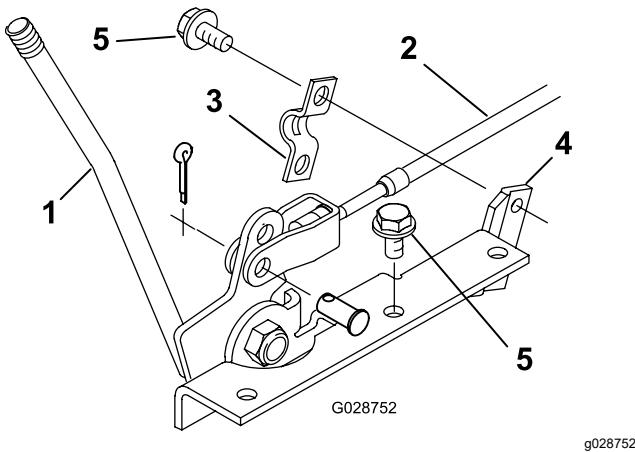

Figure 13
- 3. Fixez la chape du câble de PDF dans le trou inférieur du levier de PDF à l'aide d'un axe de chape et d'une goupille fendue (Figure 13).
4. Fixez le câble de PDF au support de levier de PDF avec un étrier et 2 vis autotaraudeuses (Figure 13).